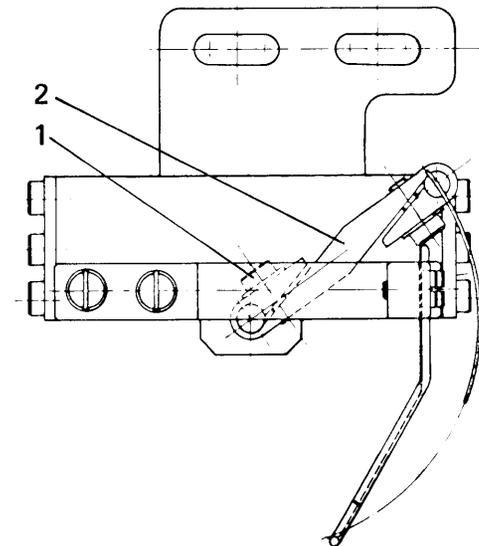

Fig. 16
- In caso di regolazione, allentare la vite 1 fig. 16 e ruotare opportunamente la leva 2.